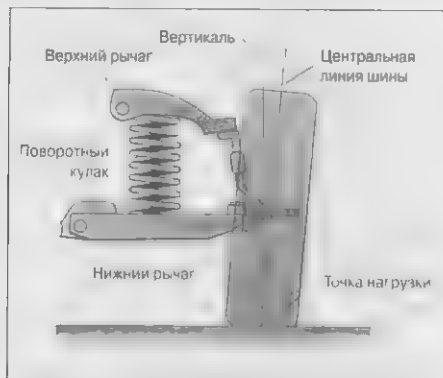

Рис. 19.5. Развал
- ✓ **Развал** — это отклонение верхней части колеса от вертикальной черты, если смотреть сверху и из центра автомобиля (рис. 19.5). Если колеса не имеют правильно отрегулированного развала, шины будут изнашиваться быстрее, и управляемость автомобиля тем будет затруднена.